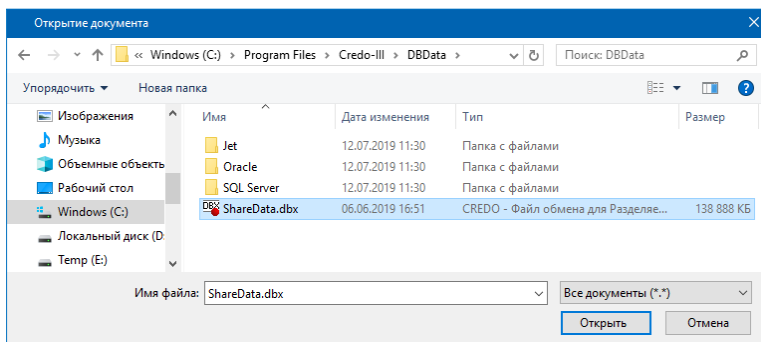

Рис. 2.2
- В стандартном диалоге открытия документов следует указать файл формата DBX и нажать кнопку **Открыть** (рис. 2.2).